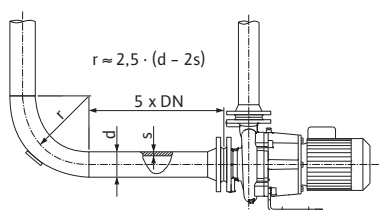

Fig. 3: Kevennysmatka ennen pumpputa ja pumpun jälkeen
- Pumpun edessä ja takana tulee olla suoran putken muodostama tasautumisosa. Tämän tasautumisosan pituuden tulisi olla vähintään 5 x pumpun laipan koko (DN) (katso Fig. 3). Tasausosan tarkoituksena on ehkäistä kavitaation esiintyminen virtauksen yhteydessä.